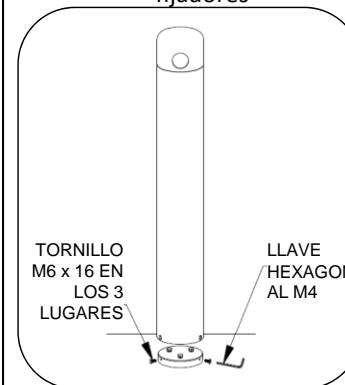

Fig. 5: instalación de la unidad
7. Instalar la unidad sobre la placa base con 3 tornillos con orificio hexagonal M6 x 16 mm (fig. 5)